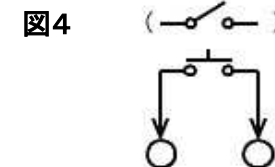

図4
(2) 図4に示すように「タッチスイッチ接続用端子」に手を触れたときにタッチスイッチ接続用の2つの端子が電氣的に接続される(短絡する)ようなスイッチを取り付けます。